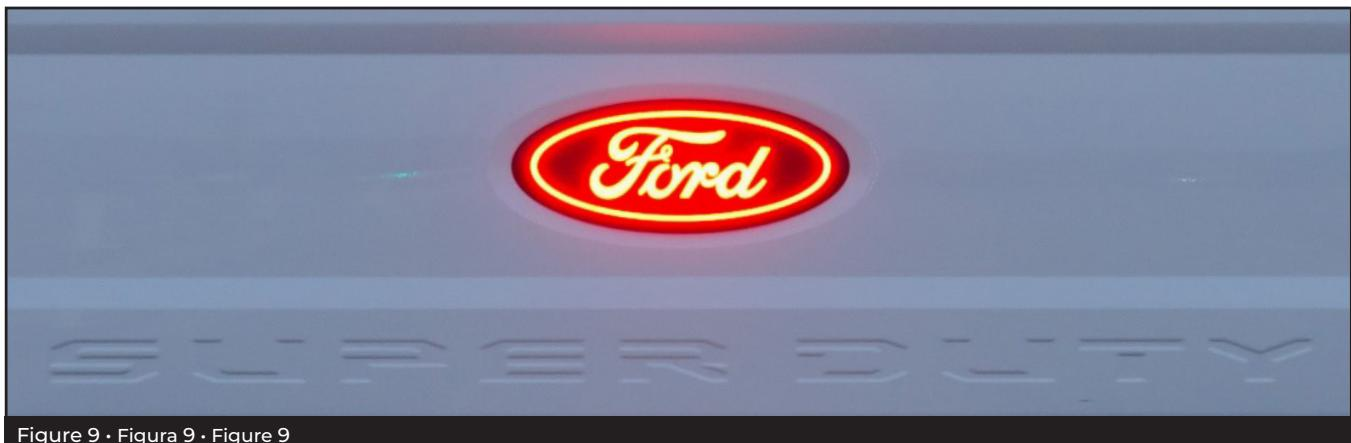

Figure 9 · Figura 9 · Figure 9
- 9** Test the emblem. It is tied to the running lamps and should be on when the Daytime Running Lamps or head lights are on. Zip-tie wires into place, making sure the wire is protected from pinch points and sharp edges. (Fig 9)
**Fr** Testez l'emblème. Elle est connectée aux feux de jour et devrait s'allumer lorsque les feux de jour ou les phares sont allumés. Attachez les fils, en s'assurant qu'ils sont protégés contre les points de pincement et les bords tranchants.(Figure 9).